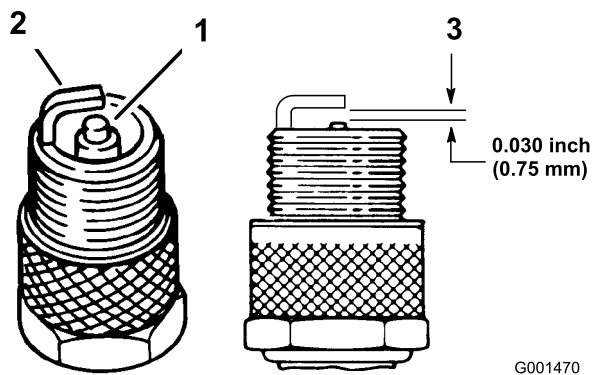

Figura 28
3. Compruebe la separación entre los electrodos central y lateral (Figura 28). Si la distancia no es correcta, doble el electrodo lateral (Figura 28).
3. Conecte los cables a las bujías (Figura 28).
1. Mire la parte central de las bujías (Figura 28). Si se observa un color gris o marrón claro en el aislante, el motor está funcionando correctamente. Si el aislante aparece de color negro, significa que el limpiador de aire está sucio.